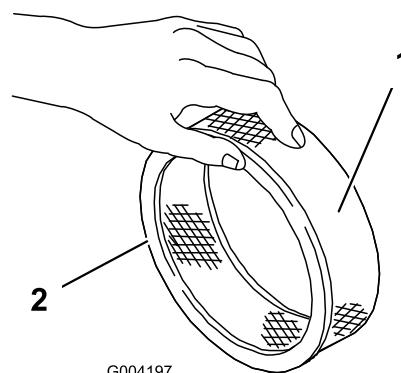

Figure 41
- Vérifiez que l'élément en papier n'est pas déchiré ou couvert d'une pellicule grasse, et que le joint de caoutchouc n'est pas endommagé (Figure 41).
- Glissez délicatement le préfiltre en mousse sur l'élément en papier (Figure 41).